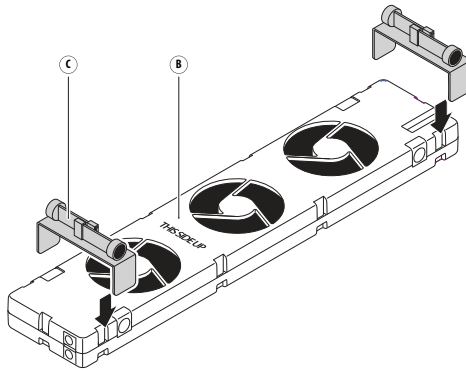

Fig. 5 - Fixation du support au SpeedComfort (B1).
1. Connectez les deux supports (C1, C2) sur le SpeedComfort (B1) (voir fig. 5).
2. Refaites les étapes 1 à 7 comme pour le radiateur large. Utilisez les aimants réglables (c1, c2, c3, c4) sur les supports (C1, C2) pour accrocher le SpeedComfort (B1) entre les plaques (voir fig. 5 et 6). Alignez le SpeedComfort (B1) sur l'avant du radiateur pour optimiser la ventilation.
1. Connectez les deux **soutiens** (C1, C2) sur le **SpeedComfort** (B1) (voir fig. 5).